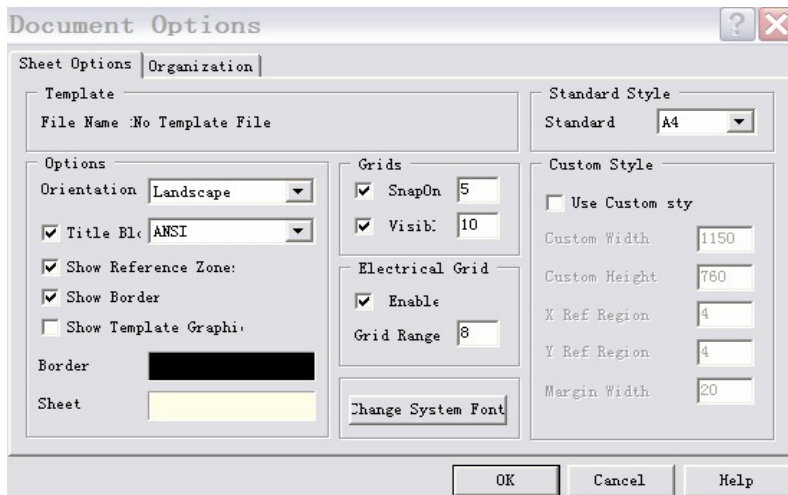

图 2-1 图纸样式设置对话框
(1) 在原理图设计环境中，执行菜单命令 Design\Options，或在绘图区域内单击鼠标右键，在弹出的快捷菜单中选择 Document Options，弹出图纸样式设置对话框，如图 2-1 所示。
(3) 在 Design\Options 菜单中也可以选中或去掉电气捕捉栅格, 如图 2-1 所示, 在 Electrical Grid 区域中由 Enable 选项决定。